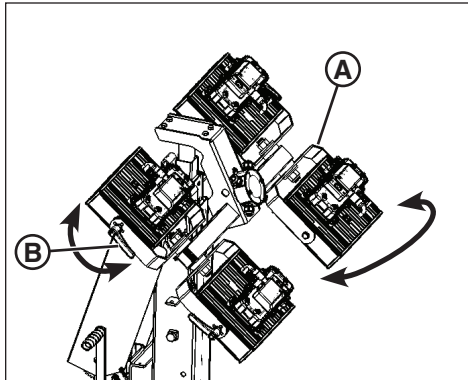

Figure 9
2. Saisir et tourner la chape de luminaire (**A**, Figure 9) pour ajuster chaque luminaire côte à côte.
3. Desserrer le bouton de verrouillage du luminaire (**B**, Figure 9) pour ajuster la hauteur du luminaire. Serrer le bouton de verrouillage après l'ajustement.